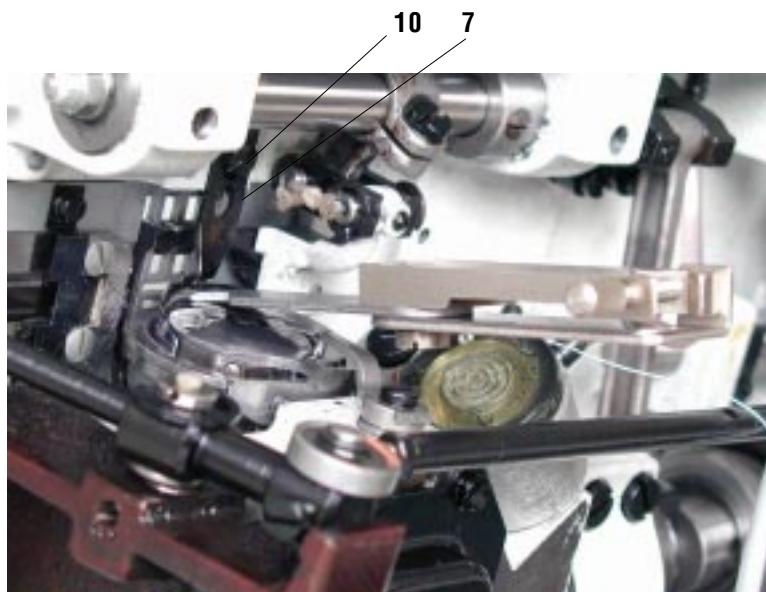

Abb. 11
## 12. Einstellung des Greifermittelteilhalters (Abb. 11, 12)
Den Greifermittelteilhalter (7) so einstellen, daß die Lücke zwischen der Halternase und der Rille des inneren Greifermittelteiles etwa  $0,7$  mm ist. Diese Einstellung nach der Lockerung der Halteschraube (10) und mittels Einstellvorrichtung (Abb. 11) vornehmen - siehe die Ausstattungen, Teil A, Abs. 4.2, 4.4).